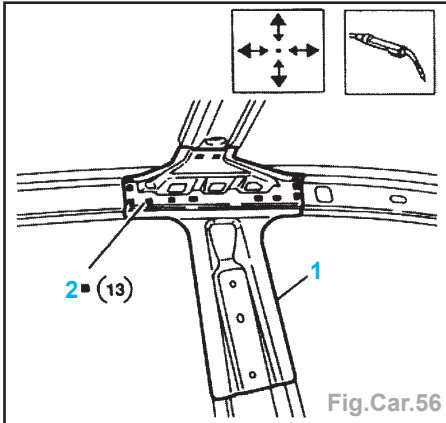

Fig.Car.56
- de remplissage (2) (Fig.Car.56),